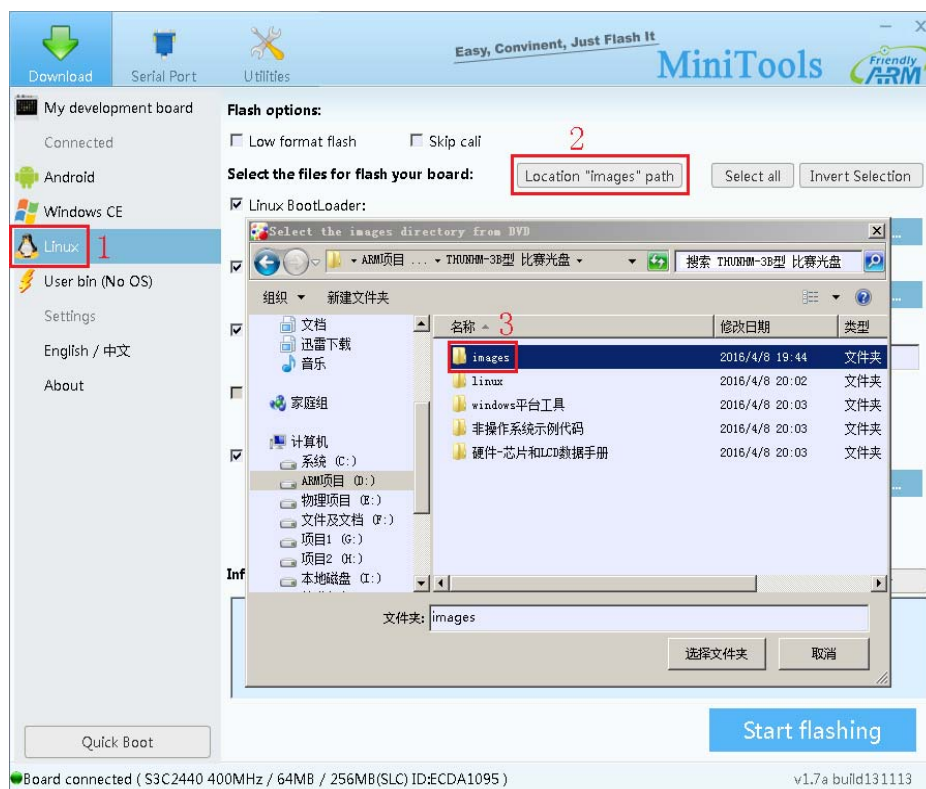

图 9 选择加载系统文件
- ③ 单击图9所示序号“1”的【Linux】、出现界面后，单击序号“2”的【Location “images”path】、加载烧录文件，序号“3”为选中系统文件所在目录，如“比赛光盘\ARM部分\image_linux”。